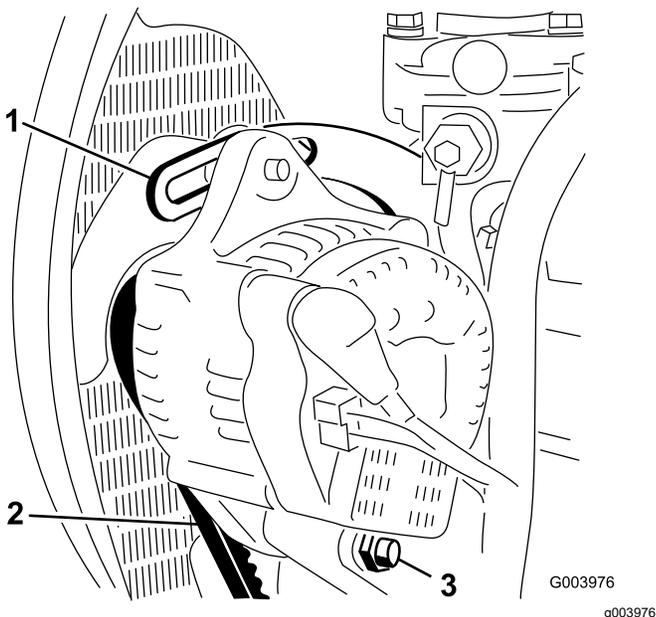

Рисунок 111
3. Проверьте натяжение ремня генератора, надавив на него (Рисунок 111) посередине между шкивами генератора и коленчатого вала с усилием 10 кг.
4. Ослабьте болт крепления генератора к скобе и шарнирный болт генератора (Рисунок 111).